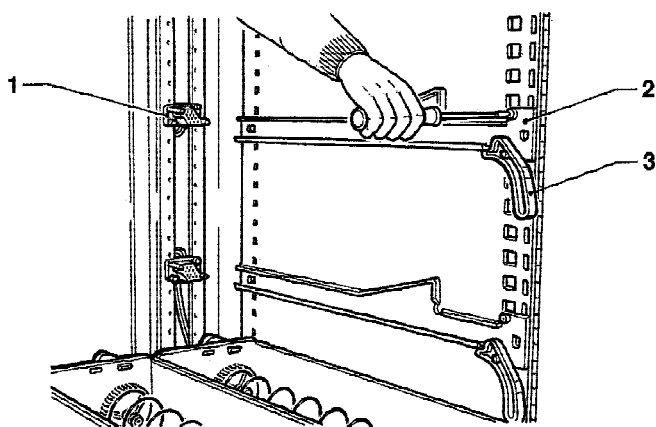

Fig. 15
- Flytta gejderna (se fig. 15) som är placerade på sidostöden, med undantag av de första nedtill som förblir i samma läge.